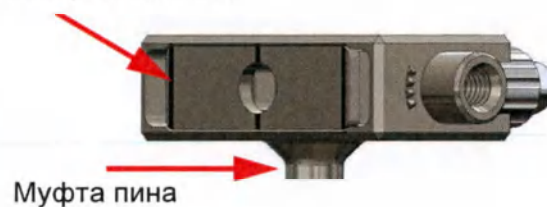

Рисунок 36. Лазерные метки пинового фиксатора для гребня
2. Отметьте колющие разрезы по лазерным меткам на пиновом фиксаторе для гребня (рисунок 36).